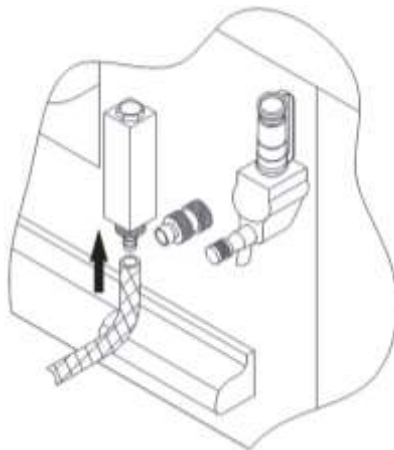

Figura 123 - Ligação para operação válvula de oxigênio limitadora
- Através de uma mangueira de pressão de nylon trançada 250 PSI atóxica, conectar a saída do fluxômetro da rede ou cilindro de oxigênio hospitalar ao niple da válvula de entrada de oxigênio da incubadora, conforme figura 123.